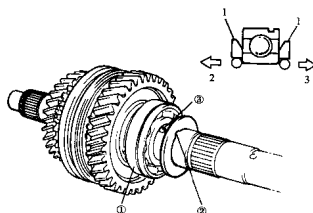

图 10-60
(4) 安装钢球和止推垫圈。按图 10-60 所示, 将止推垫圈安装于轴承①倒角的沿面, 并将它的槽②对准钢球③。